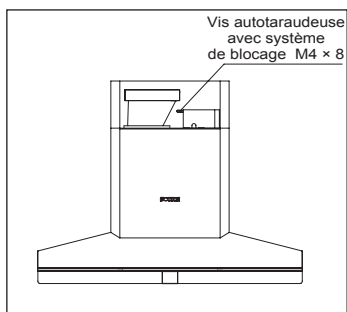

Figure 4
11. Deux personnes accrochent l'appareil sur le crochet de l'appareil principal en utilisant la règle à niveler pour maintenir le niveau. Fixez la hotte et au crochet de l'appareil principal avec une vis M4 × 8, comme indiqué à la figure 4.